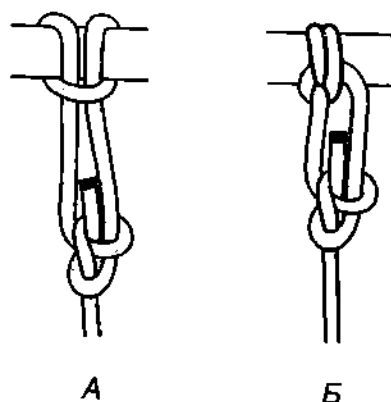

Рис. 873. А – контрольный *шкотовый узел* у *коровьей петли*; Б – контрольный *шкотовый узел* у *гафельного узла*.
*Шкотовый узел* сам является отличным контрольным узлом. Им можно надёжно прикрепить свободный ходовой конец к коренному (рис. 873). Кроме того, у *шкотового узла* легко регулируется длина ходовых концов. Он часто используется альпинистами под названием *командный узел*, если необходимо быстро отрегулировать длину постромок.